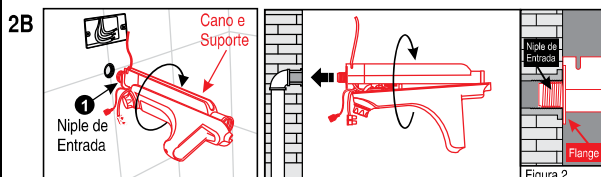

Figura 2
Aplique fita de vedar rosca no Niple de Entrada do Cano (1), rosqueie o Cano com o Suporte **somente com as mãos**, de modo que o Flange, fique rente à parede (Figura 2).